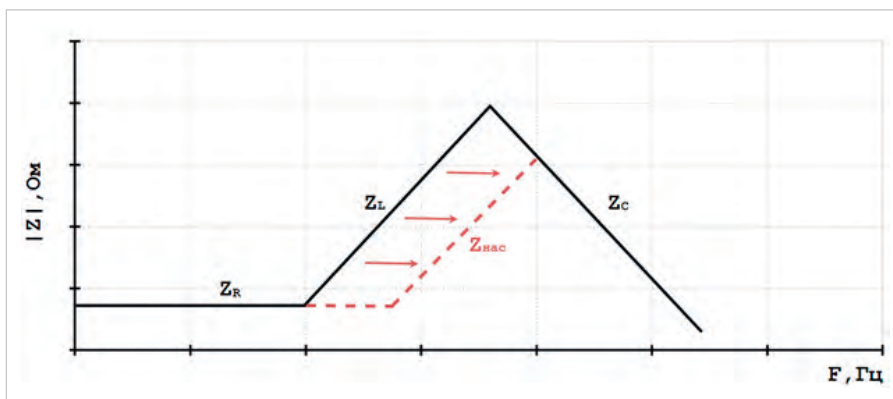

Рис. 3. Влияние насыщения на импеданс дросселя
На графике амплитудно-частотной характеристики импеданса насыщение будет проявляться уменьшением импеданса в индуктивной области частот, так как закон его изменения в данной области подчиняется выражению (2). При этом значения сопротивления и ёмкости неизменны. Влияние насыщения на импеданс показано на рис. 3.